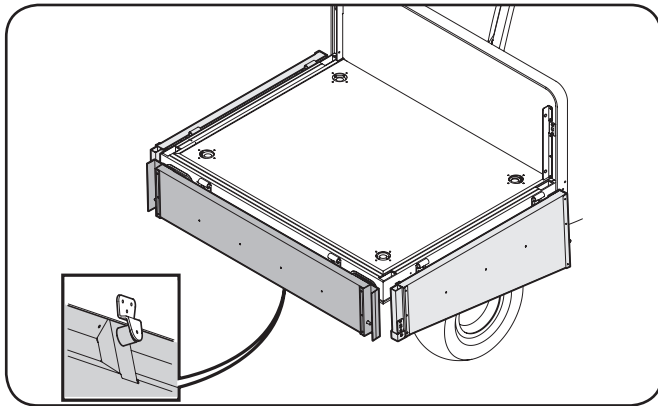

Figure 4-3
- Fixez le hayon et les côtés de la benne à la position abaissée avec la goupille et la douille. Voir Figure 4-3.